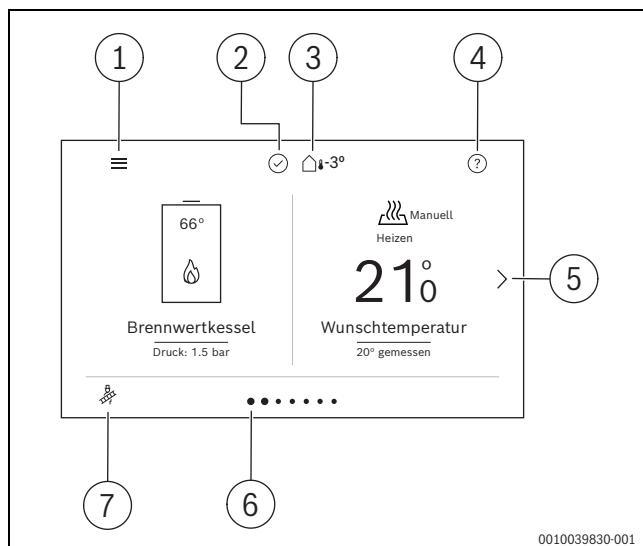

Bild 36 Bedienfeld
- ▶ Symbol \equiv (allgemeine Einstellungen) im Bedienfeld (→ Bild 36) mindestens 5 Sekunden gedrückt halten.